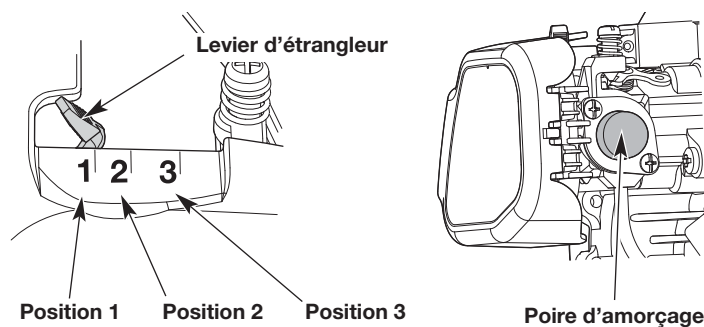

Fig. 5
3. Appuyez lentement et relâchez la poire d'amorçage à **10 reprises** (Fig. 5). Si aucune quantité de carburant n'apparaît dans la poire d'amorçage, appuyez et relâchez la poire jusqu'à l'apparition de carburant.
4. Déplacez le levier d'étrangleur en **Position 1** (Fig. 5).
7. Continuez d'appuyer sur la manette des gaz. Déplacez le levier d'étrangleur en **Position 2** (Fig. 5).
10. Continuez d'appuyer sur la manette des gaz. Déplacez le levier d'étrangleur à la **Position 3** (Fig. 5) et laissez le moteur chauffer pendant 60 secondes supplémentaires. L'appareil peut être utilisé pendant ce laps de temps.
Si... le moteur hésite, remplacez le levier d'étrangleur en **Position 2** (Fig. 5) et laissez-le chauffer.